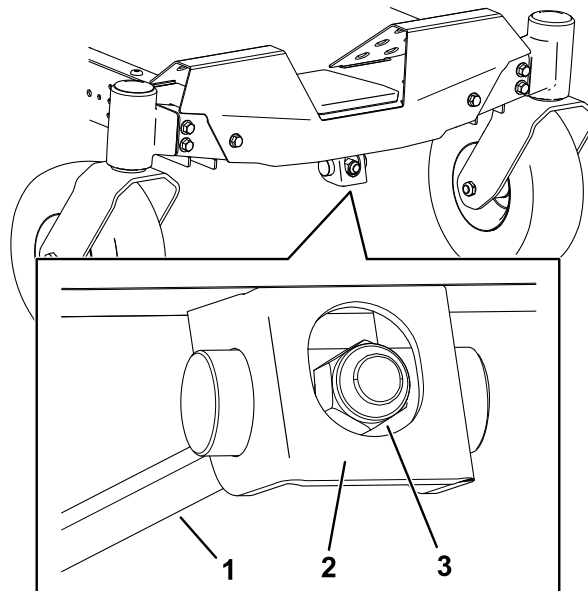

Figure 64
1. Tournez l'écrou de réglage à l'avant du tablier de coupe (Figure 64).